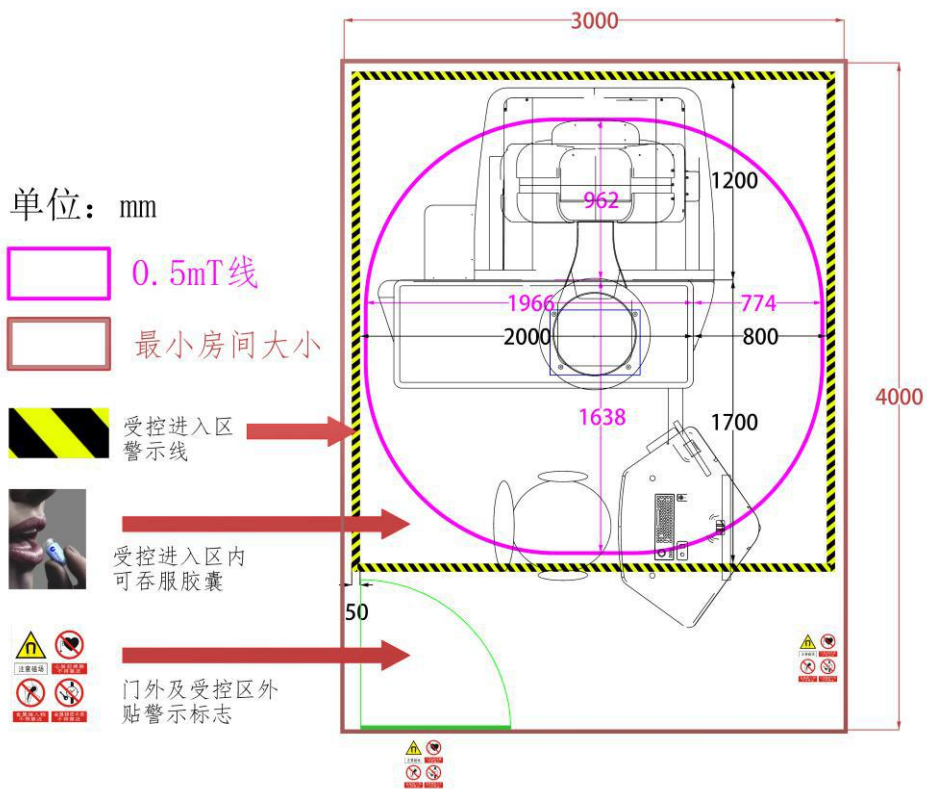

图 7-1 设备安装示意图
- 按照图 7-1 要求铺设警示线，并在受控进入区警示线外悬挂警示标志
请参照图 7-1 图示：